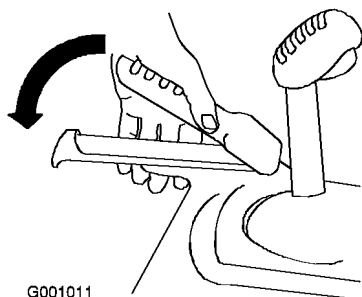

Figura 27
1. Per innestare il comando della trazione premete la leva sinistra (trazione) contro l'impugnatura (Figura 27).